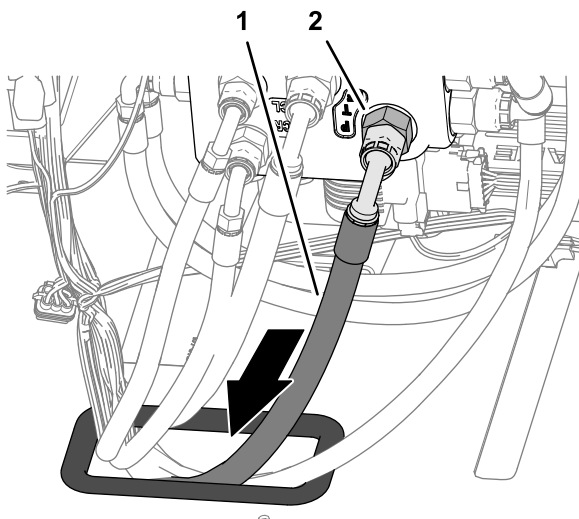

Bild 123
5. Führen Sie das Ende des Hydraulikpumpenschlauchs 10 x 2921 mm mit dem 45°-Anschlussstück durch die Tülle in der Bodenplatte (**Bild 123**).
6. Montieren Sie das 90°-Anschlussstück des Hydraulikpumpenschlauchs 10 x 2921 mm auf das Anschlussstück des Anschluss PT des EHI-Lenkventils und ziehen Sie das Schlauchanschlussstück fest (**Bild 123**).